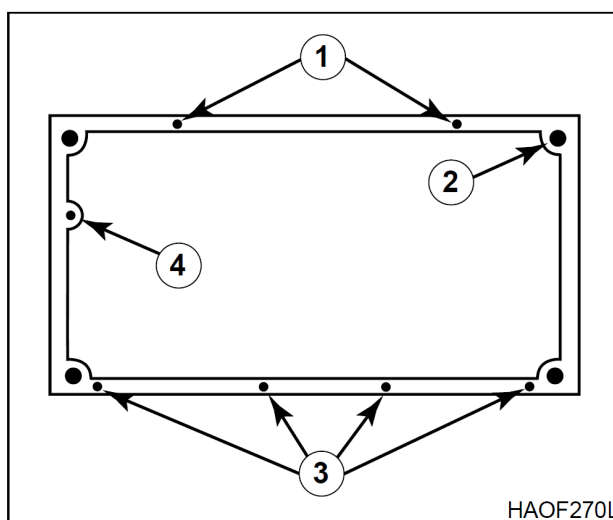

Рис. 6
24. Снять четыре крепежные гайки с четырех углов пола кабины (2, рис. 6).
25. Снять четыре болта с шестигранной головкой (3, рис. 6) на полу кабины со стороны двери.
26. Снять два болта с шестигранной головкой (1, рис. 6) с правой стороны пола кабины и один болт (4) с передней стороны пола кабины.